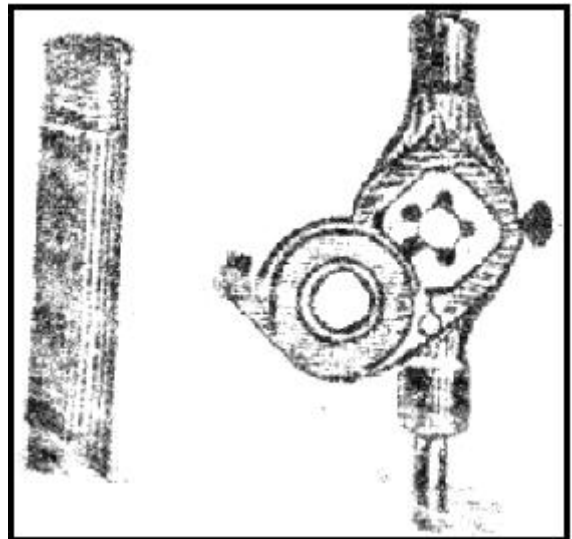

Figure 5.6 – Filières à coussinets
- **Filières à coussinets** : (voir figure 5.6)